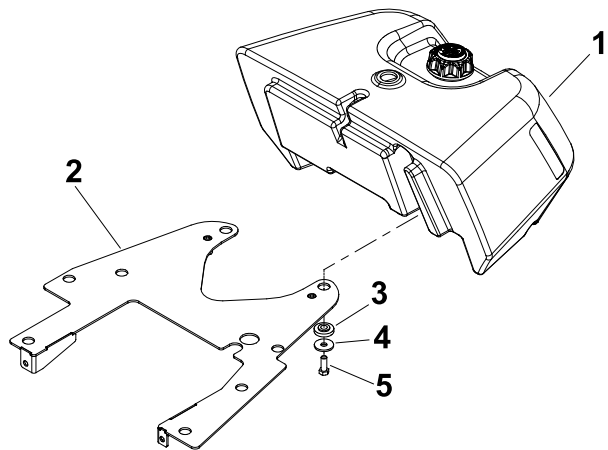

图5
1. 卸下将油箱固定至油箱安装板的 4 个平头螺丝、扁平垫圈和凸缘轴套（图5）。
- 使用之前卸下的平头螺丝、扁平垫圈和凸缘轴套，将燃油箱固定至油箱安装板上；请参阅 卸掉油箱（页码 6）的图5。